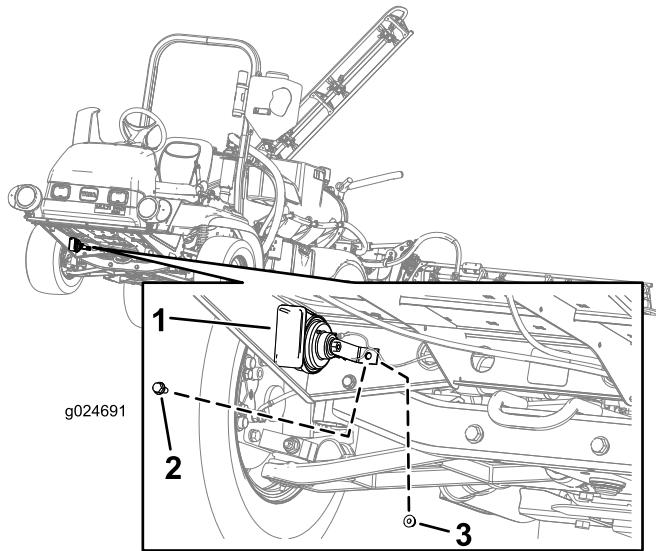

図 3
- ホーンアセンブリの穴を、機体の右前側にある穴に合わせる図3。
- 六角ヘッドねじ5/16-18 x 3/4インチを、ホーンアセンブリの穴から機体フレームに通す図3。
- ホーンアセンブリを機体に取り付ける六角ヘッドねじ5/16-18 x 3/4インチとフランジナット5/16-18を使い、図3に示すように取り付ける。